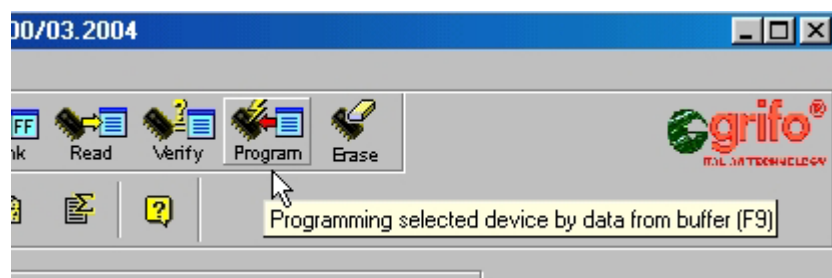

FIGURA 15: PROGRAMMAZIONE DELLE MEMORIE
I) Dopo avere eventualmente selezionato il tipo di memorie da programmare (punto D), avere letto o caricato i dati da scrivere (rispettivamente punti E o F), avere eventualmente configurato il dispositivo (punto G) ed avere eventualmente cancellato i dati già presenti (punto H) è possibile attivare la programmazione premendo il pulsante Program nella barra dei pulsanti, come viene mostrato nella figura 15. I LED rosso (PROG) e giallo (POWER) del **grifo® GMM PIC-PR** devono accendersi e spegnersi.